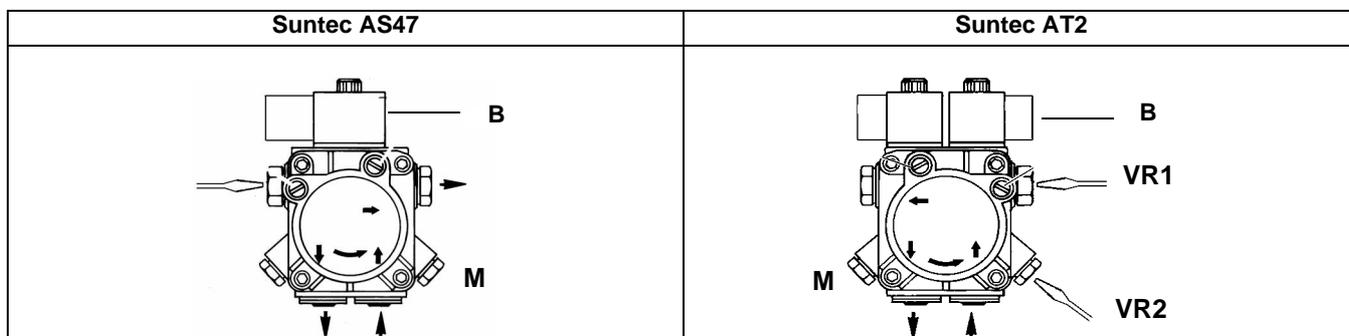

Fig. 21
- 6 (solo per **HS18**) per regolare la partenza a carico ridotto, sempre in fase di preventilazione, tarare la pressione della pompa, tramite la vite **VR1** (Fig. 21), in base alla portata richiesta in accensione (per esempio 9-10 bar), senza scendere sotto gli 8 bar;
- 7 (solo per **HS18**) dopo la fase di accensione, l'apparecchiatura di controllo fiamma comanda l'inserimento del secondo stadio (fiamma a regime): tarare la pressione della pompa, tramite la vite **VR2** (Fig. 21), in base alla portata richiesta (per esempio 17-18 bar), senza superare i 18 bar.